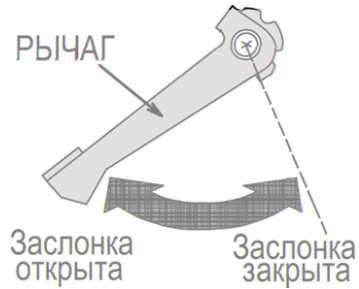

Рис. 11 Рычаг управления воздушной заслонкой (вид сверху)
2. Закройте воздушную заслонку карбюратора. Для этого переведите рычаг управления воздушной заслонкой в крайнее правое положение (Рис. 11).